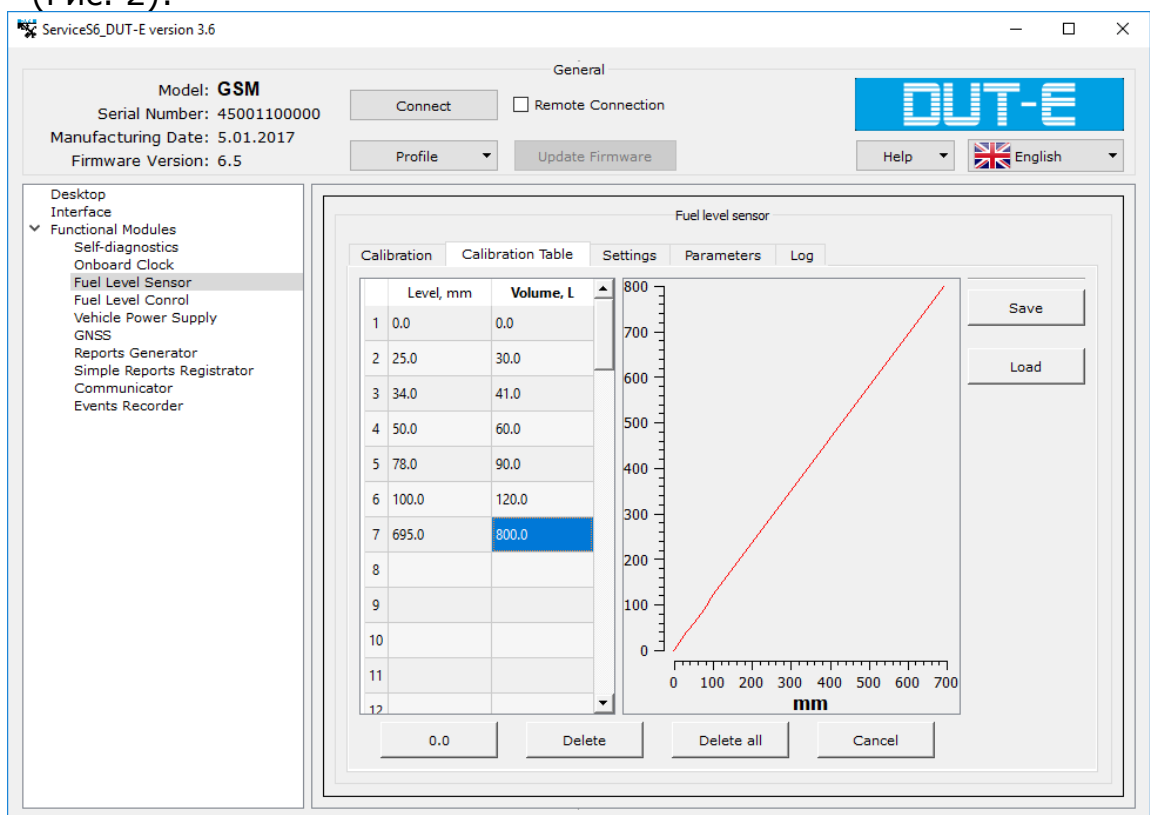

Рисунок 2
3.1.2. Провести калибровку датчика и заливая порции топлива в бак, провести тарировку бака и составить тарировочную таблицу (Рис. 2):